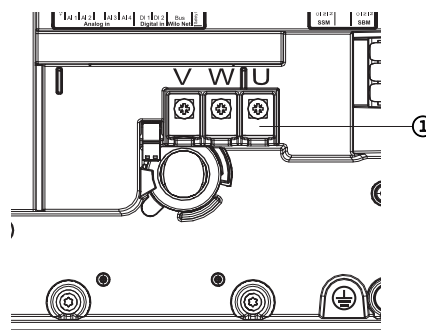

Fig. 115: Motora pieslēguma spaiļes V, W, U
5. Atskrūvējiet motora pieslēguma kabeli (Fig. 115).